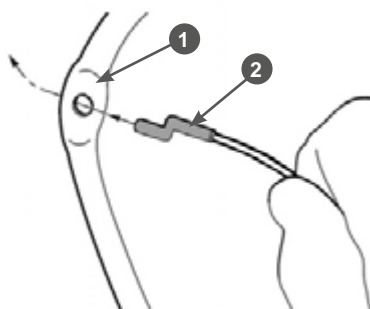

Рис. 6 Крепление троса остановки двигателя
6. Закрепите наконечники тросов остановки двигателя и включения привода хода в соответствующих рычагах. Оболочки указанных тросов закреплены на верхней части рукоятки, верхний трос – трос остановки двигателя, нижний трос – трос включения привода хода. Вставьте Z-образные наконечники тросов в отверстия в соответствующих рычагах с внутренней стороны рычагов. Для примера на Рис. 6 показано крепление наконечника троса остановки двигателя.